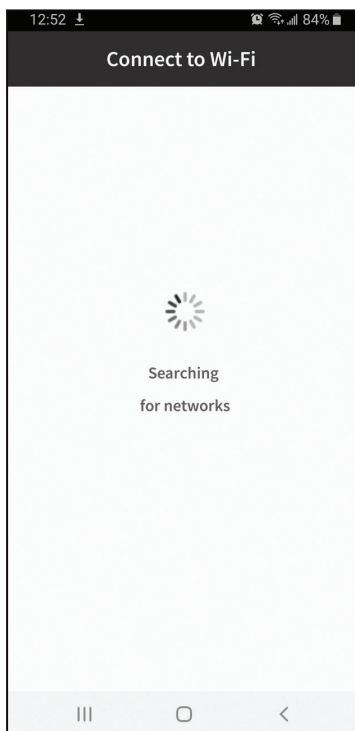

Fig. 7
- Sélectionnez le wifi souhaité et connectez-vous en entrant le mot de passe wifi de votre domicile. (**Fig. 7 & 8**).